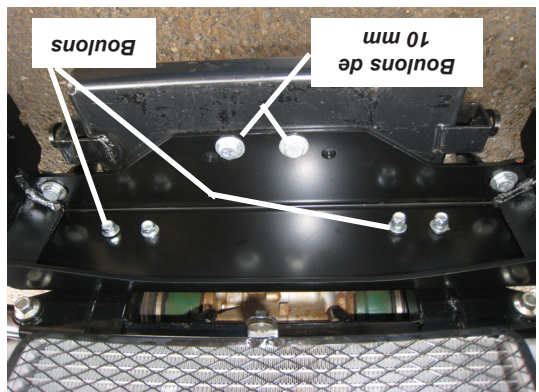

Figure 11
15. Placez le kit de montage de lame à l'avant du véhicule et insérez deux boulons en U 5/16 po par l'arrière et autour des montants du châssis. Posez les boulons avec des rondelles et des écrous de blocage 5/16 po. Évitez de serrer. Voir la figure 11.